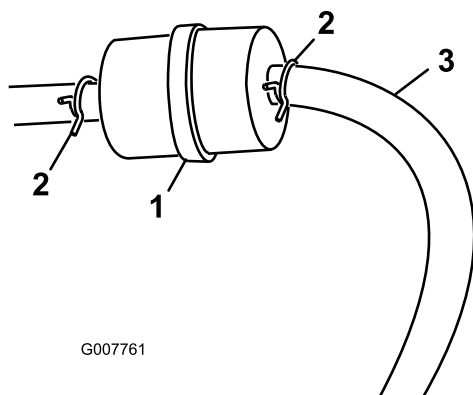

Figure 27
3. Pincez les extrémités des colliers et faites-les glisser pour les éloigner du filtre (Figure 27).
5. Posez un filtre neuf et rapprochez les colliers de fixation du filtre (Figure 27).
3. Desserrez le collier de serrage au niveau du filtre à carburant et éloignez-le en le poussant le long de la conduite d'alimentation (Figure 27).
4. Débranchez les conduites d'alimentation du filtre à carburant (Figure 27).
Remarque: Laissez l'essence s'écouler dans un bidon ou un bac de vidange (Figure 27).
5. Raccordez la conduite d'alimentation au filtre. Rapprochez le collier de serrage du filtre pour fixer la conduite d'alimentation (Figure 27).